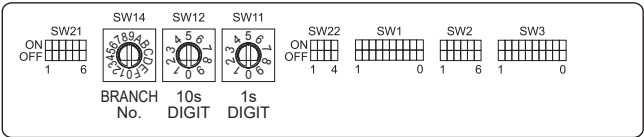

Fig. 6-6
6.6. Configuration des adresses (Fig. 6-6)
- ① Comment définir les adresses
- ② Comment définir les numéros des ramifications SW14 (série R2 seulement)
6.7. Réglage du commutateur pour différentes hauteurs de plafond (Fig. 6-6)
6.8. Détection de la température ambiante à l'aide du capteur intégré de la commande à distance (Fig. 6-6)